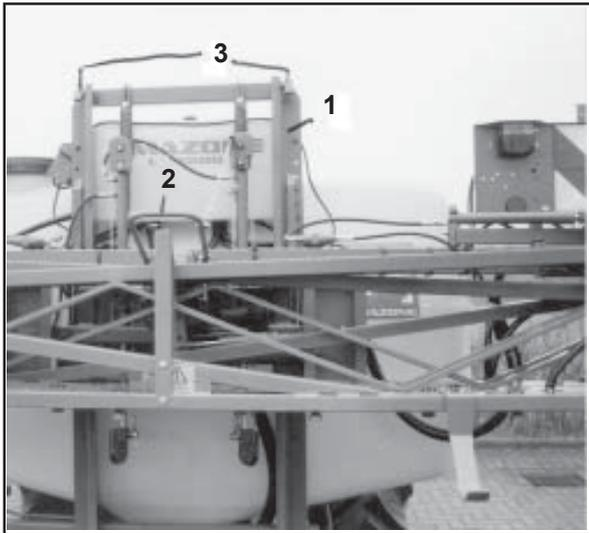

Fig. 10.9
- Anheben des eingeklappten Gestänges bis die automatische Transportverriegelung (Fig. 10.9/ 2) die Verriegelung freigibt (Höhenlage etwa 2/3 der Gestängeträgerlänge).
- Schwingungsausgleich aus der Transportstellung entriegeln - durch Anheben des Gestänges bis gegen die oberen Anschläge (Fig. 10.9/ 3) (hierzu siehe Kap. 10.1.4).